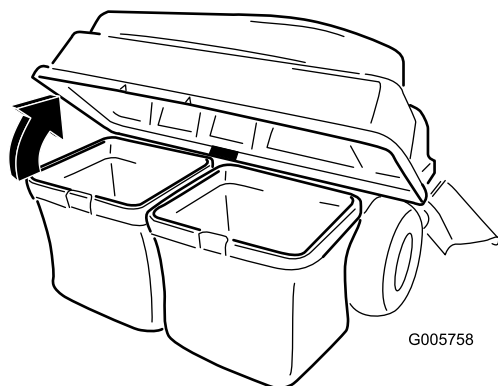

Figura 25
3. Abra (eleve) a parte superior do depósito de recolha de relva (Figura 25).